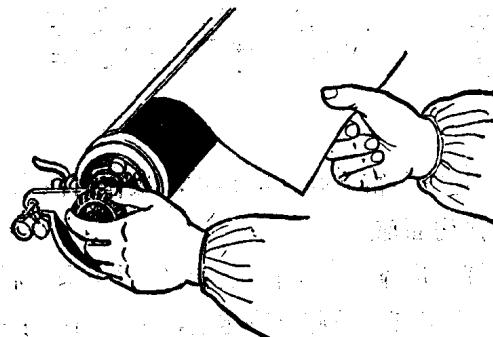

图 2
5. 上压尺掀手：是用来压住纸张上端的，装纸之前，左手拇指按上压尺掀手，使上压尺自动升起，纸就放在上压尺下面的空隙里，推进钢皮栓，使掀手和上压尺还原，即夹住了纸的上端(图 2)。